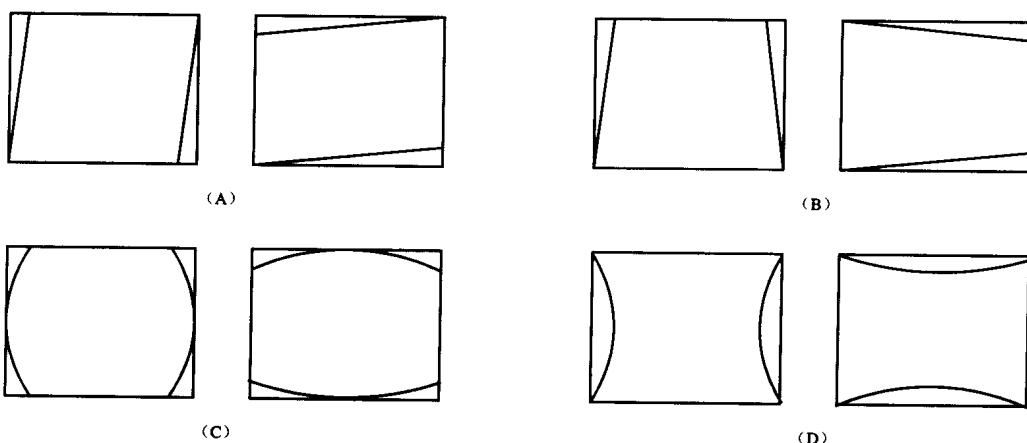

图1-6 光栅失真
行场偏转线圈的位置必须垂直，上、下两个绕组必须对称，且匝数均匀，否则光栅会出现几何失真现象。例如，如果行、场偏转线圈互相不垂直时，就会出现平行四边形失真现象，如图 1-6 (A) 所示；如果偏转线圈的上、下两个绕组不对称或局部短路时，就会出现梯形失真，如图 1-6 (B) 所示；如果偏转线圈匝数分布不均匀就会产生枕形或桶形失真，如图 1-6 (C) 和图 1-6 (VD) 所示。